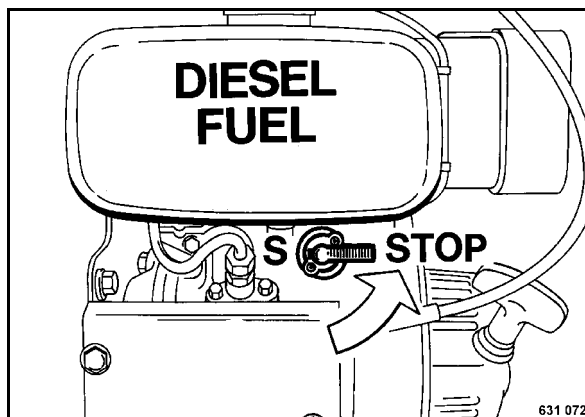

Fig. 40
- Colocar la llave de combustible (Fig. 40) a posición "STOP".